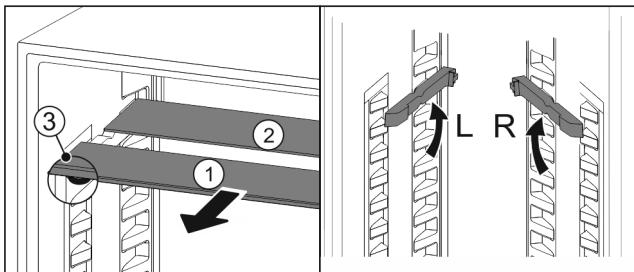

Fig. 105
- ▶ 将玻璃隔板逐个向前拉出 Fig. 105 (1)。
- ▶ 带装饰条的玻璃隔板 Fig. 105 (1) 在前。
- ▶ 阻挡装置 Fig. 105 (3) 指向下方。